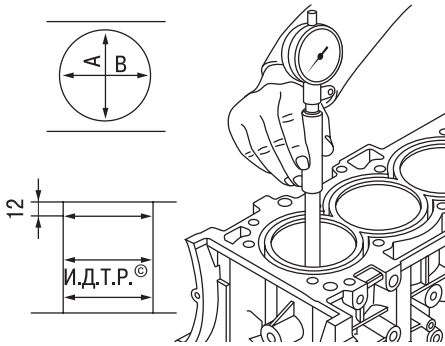

Рис. 5.15. Схема измерения цилиндра
7. Измерьте диаметр цилиндра в двух взаимно перпендикулярных плоскостях (рис. 5.15) (**В** – вдоль, **А** – поперек блока цилиндров) и в трех поясах (на расстоянии 12 мм от верхней привалочной поверхности блока цилиндра, в средней и нижней частях цилиндра). Для этого необходим специальный измерительный прибор – нутромер. Овальность не должна быть больше 0,15 мм, а конусность – 0,1 мм. Если максимальное значение износа больше 0,15 мм или овальность и конусность превышают указанные значения, снимите двигатель с автомобиля, полностью разберите его и замените блок цилиндров.